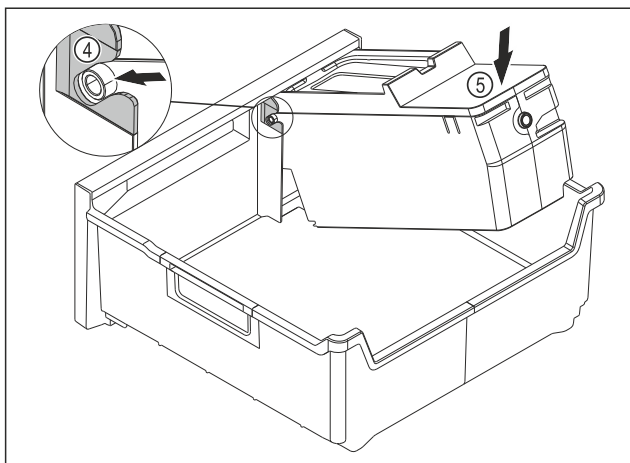

Fig. 116
- Izvadite tijelo sustava EasyTwist-Ice: Umetnite osovine tijela sustava EasyTwist-Ice u vodilice Fig. 116 (4).
- Pritisnite tijelo sustava EasyTwist-Ice Fig. 116 (5) otraga prema dolje.